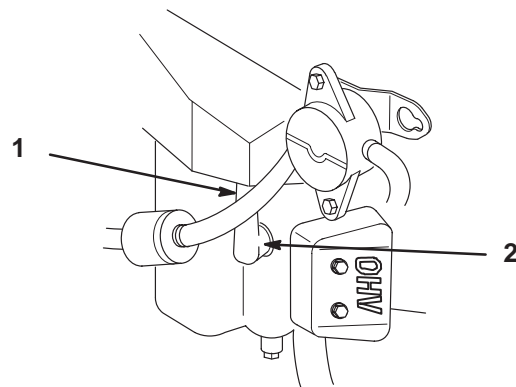

Figure 23
- Débranchez les fils des bougies (Fig. 23). Nettoyez la surface autour des bougies pour éviter que des impuretés n'endommagent le moteur en tombant à l'intérieur.
3. Connectez les fils aux bougies (Fig. 23).